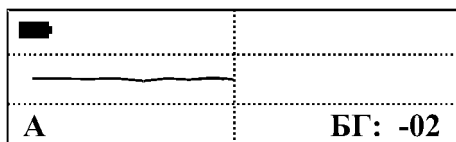

Рис. 12
- медленно и плавно поднесите датчик к грунту по вертикали как можно ближе (до 3-х – 4-х сантиметров), избегая ударов датчиком о траву, камни и другие объекты. Скорость поднесения датчика должна быть такой, чтобы он опустился до уровня грунта приблизительно, за одну - две секунды. При поднесении датчика к грунту, на дисплее будет вырисовываться линия в левую сторону экрана (Рис. 12):